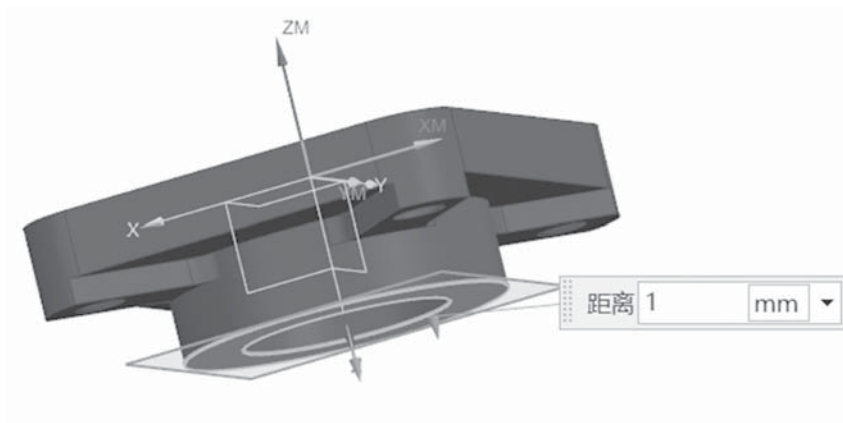

图 2-2-22 指定修剪边界
(4) 在“指定底面”对话框中单击图标，进入“平面”界面中，单击如图 2-2-22 所示的底面，在“距离”文本框中填入“1”（确保铣削孔后，把孔打穿，减少毛刺）。单击“确定”按钮返回“平面铣”界面。在刀轨设置区域中的“切削模式”对话框中选择 **跟随周边** 选项。